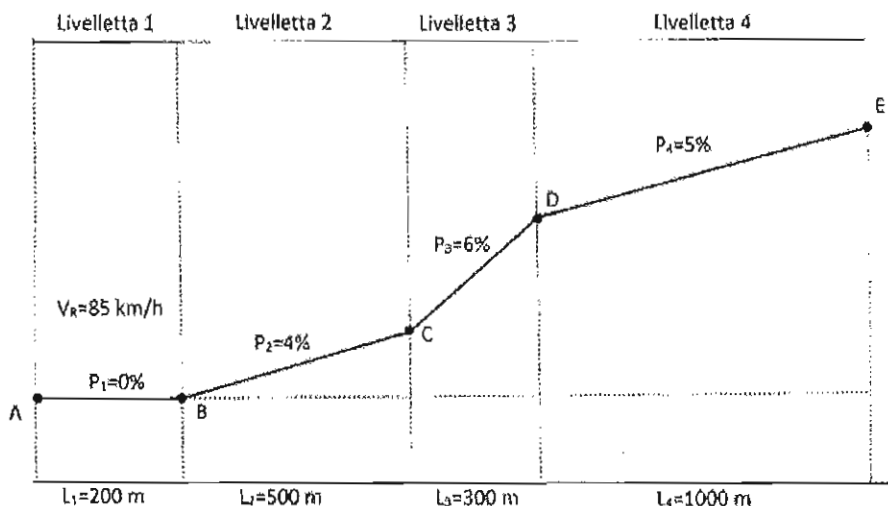

Figura 2 – Schema di profilo altimetrico
2) Il Candidato argomenti sul problema dei veicoli che percorrono livellette stradali in pendenza con un focus particolare sull'aspetto della sicurezza. Con riferimento al procedimento operativo suggerito dal **TRB** (*Transport Research Board*) e ad una *strada extraurbana secondaria* di tipo **C1** il cui profilo altimetrico costituito dalla successione di **4 livellette** è riportato in **Figura 2**, proceda al calcolo (grafico e analitico) della velocità finale di un *autocarro molto pesante* ($W/N=7.4Cv/t$) al termine della quarta ed ultima livelletta, ipotizzando che, sulla prima livelletta la velocità iniziale risulti pari alla velocità di regime $V_R=85km/h$. Valuti se, al fine di garantire il *livello minimo di qualità della circolazione* compatibile con una strada di tipo **C1**, risulti necessario incrementare le dimensioni della piattaforma stradale con l'inserimento di una corsia supplementare dedicata ai veicoli lenti. Proceda, infine, a progettare il layout planimetrico di tale corsia con riferimento alla normativa nazionale vigente (D.M. 05-11-2001 "*Norme Funzionali e Geometriche per la Costruzione delle Strade*").